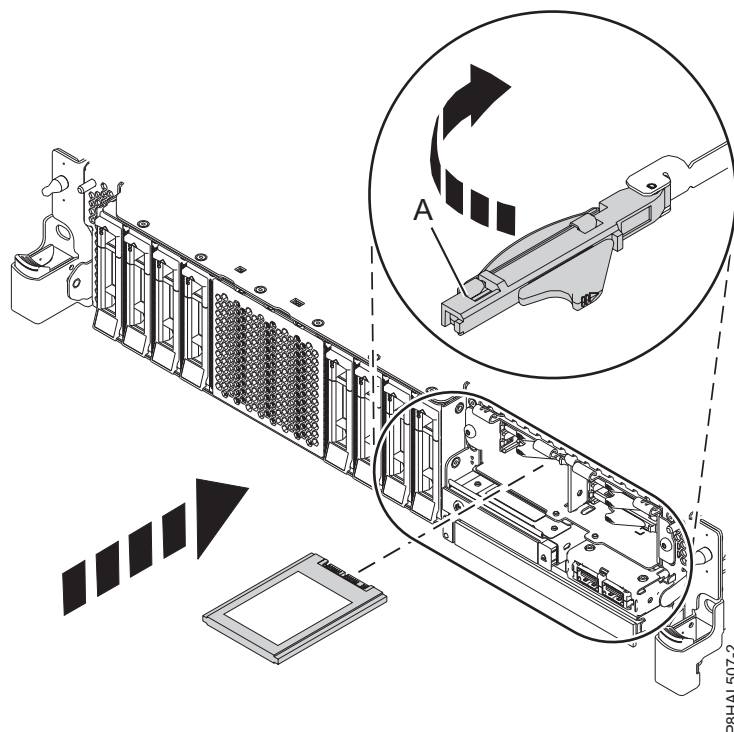

図 14. 8408-44E または 8408-E8E システムへの SSD の取り付け
14. SSD ドライブ・ベイ・ハンドル (A) をアンロック位置にした状態状態で、SSD スロット内のガイド・レールにアクセスできるようにレバーを外側に引きます。SSD の底面を支えて、SSD スロットのガイド・レールに位置を合わせます。23 ページの図 14を参照してください。
18. 示されている方向にベイ・ハンドル (A)を回転させて、ドライブをロックします。 図 14